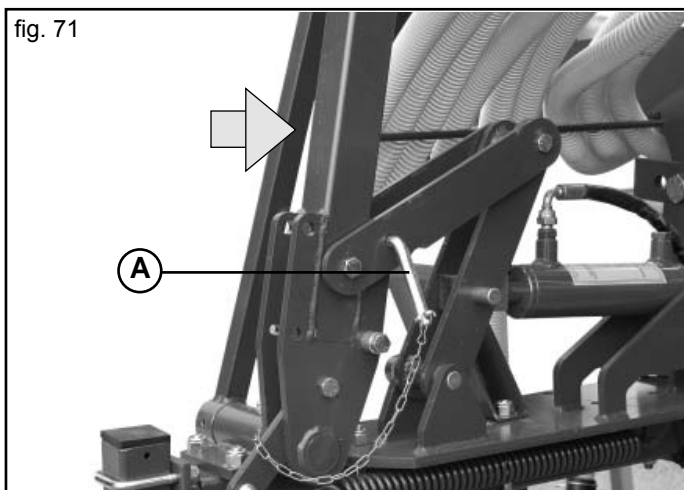

fig. 71
Antes de accionar el sistema hidráulico del marcador, ejerza con la mano una presión ligera sobre el brazo marcador en el sentido indicado por la flecha (Fig. 71), entonces, desenganche los dispositivos de seguridad de ambos brazos (A Fig. 71), colocándolos como indica la Figura 72. Durante la circulación por la vía pública, bloqueo con los dispositivos de seguridad los brazos marcadores (A Fig. 71) en posición vertical.
- Desenganche los seguros (Fig. 71) y abra manualmente los brazos marcadores de surcos hasta apoyarlos al suelo.